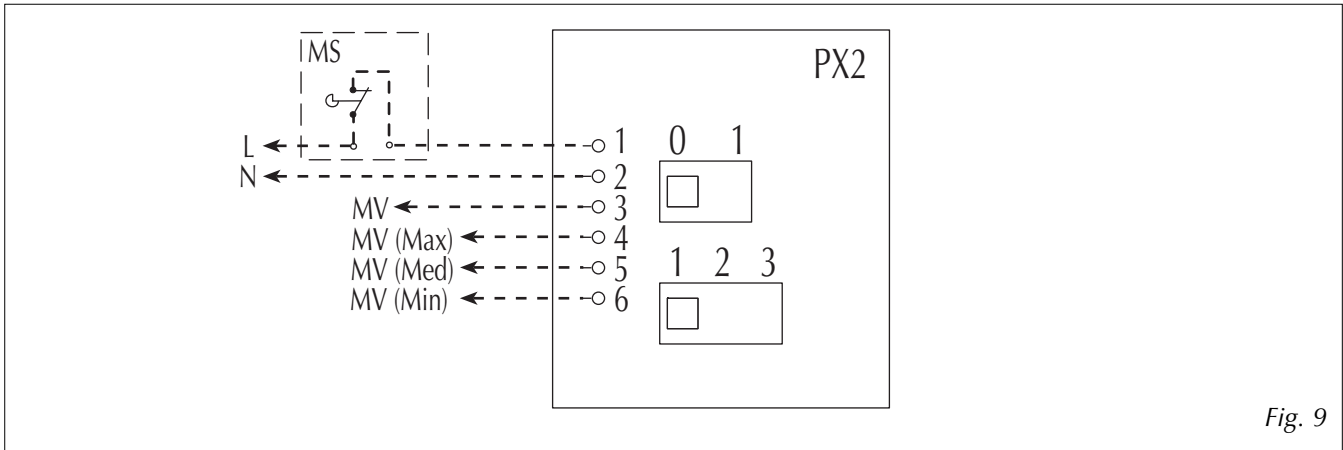

Fig. 9
- collegare la morsetteria pannello (10 fig.9) con la morsetteira dell'unità (11).
- raccorder le bornier du panneau (10 fig. 9) au bornier de l'unité (11).
- connect the panel terminal block (10 fig. 9) to the terminals of the unit (11).
- das Klemmbrett der Fernbedienung (10 Abb. 9) mit dem Klemmbrett der Einheit verbinden (11).